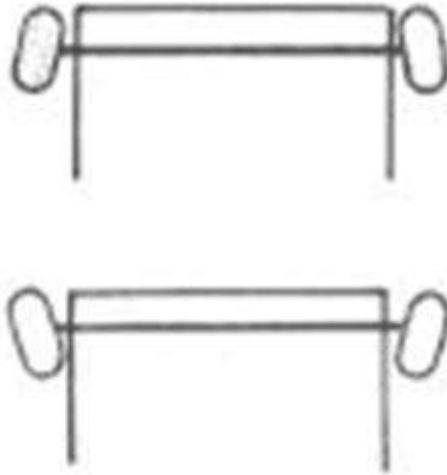

Fig. 38
**Convergencia o divergencia:** Según el vehículo sea de tracción o propulsión, respectivamente; se considera la mangueta y la prolongación del eje, esto es, que las ruedas no están completamente paralelas en reposo. La diferencia, suele ser de 2 mm. a 3 mm. Fig. 38 y 39.